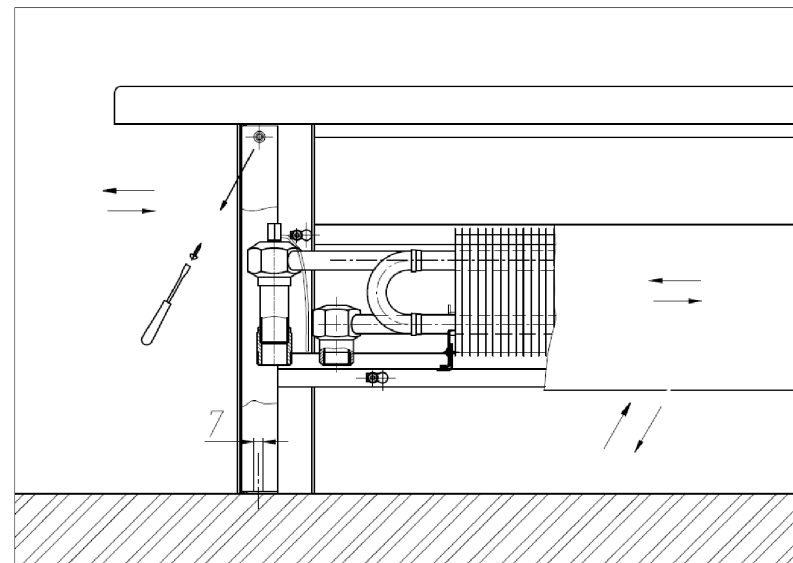

Рис. 2
- 5.2. Снять лицевые панели сместив их вправо, а затем на себя. Предварительно открутив винты с внутренней стороны. (Рис.2).